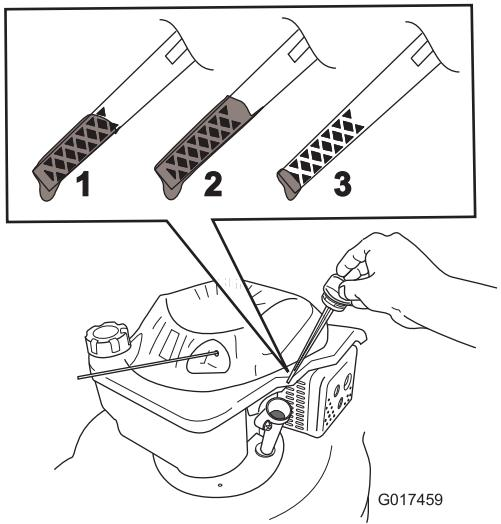

Figura 39
- Retire la varilla y compruebe el nivel de aceite en la misma (Figura 39).